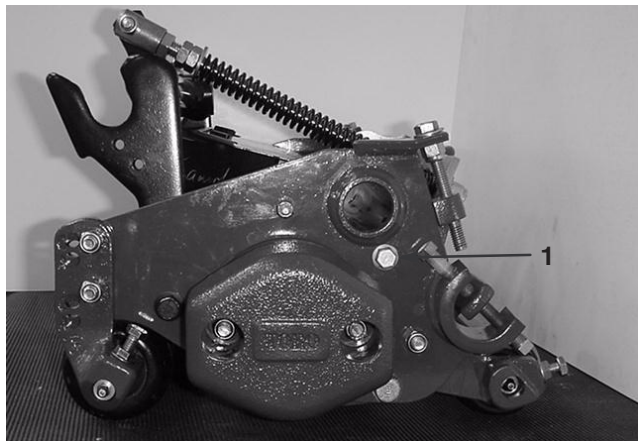

fig. 3
1. Öppna det bakre skyddet (fig. 3) genom att lossa på huvudskruven med fläns som fäster skyddet på höger sidoplåt, vrida skyddet till öppet läge och dra åt huvudskruven.